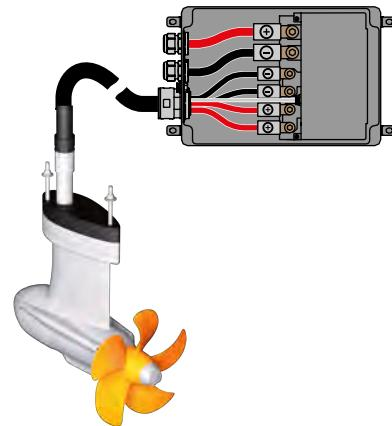

Fig. 51: Cablaggio box elettronica
1. Allentare le viti (1) del box elettronica, in modo da poterlo aprire.
4. Collegare i cavi di potenza ai rispettivi poli (rosso = +, nero = -; 10 Nm), vedere "Fig. 51: Cablaggio box elettronica".
5. Collegare il cavo del motore al collegamento di comando del motore (6).